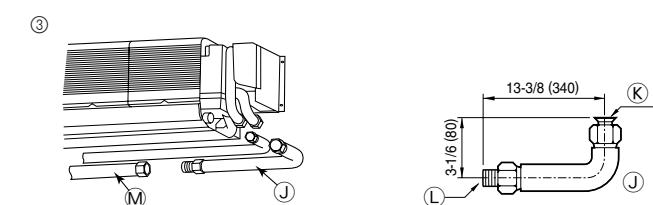

Fig. 4-7
③ Tuyau de connexion en L (pour le tuyau de gaz) (Fig. 4-7)